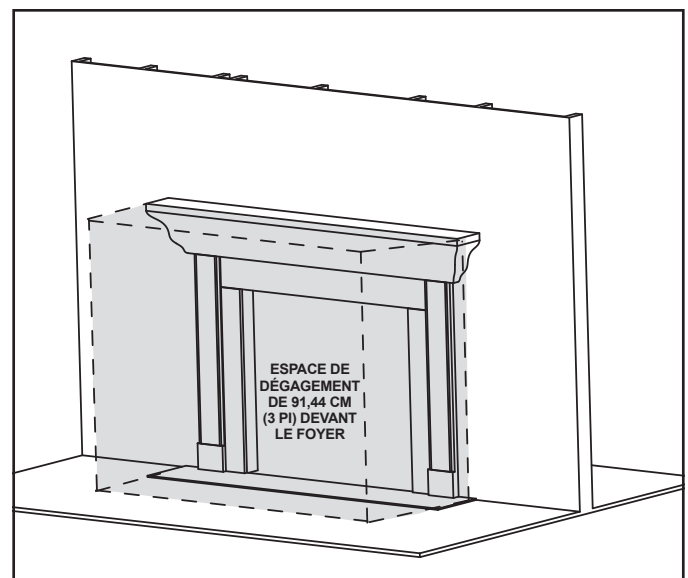

Figure 3.1 Exigences de dégagement - tous les modèles
**AVERTISSEMENT! NE PAS** placer d'objets inflammables devant le foyer ou de manière à recouvrir les ouvertures du foyer. Des températures élevées pourraient provoquer un incendie. Voir la figure 3.1.